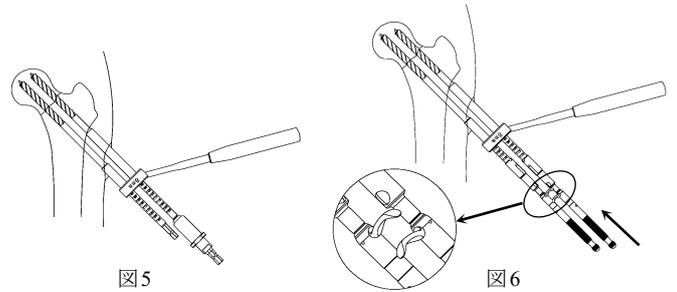

図5
5) ガイドピンスリーブを取り外し、7.2 中空ドリルにてガイドピンが骨頭を貫通しないよう、イメージインテンシファイヤー（X 線透視）で確認しながら骨頭軟骨下までドリリングし、パラレルガイド近位側先端が確実に骨面に接触した状態で、目盛りを読み取ります。(図5)